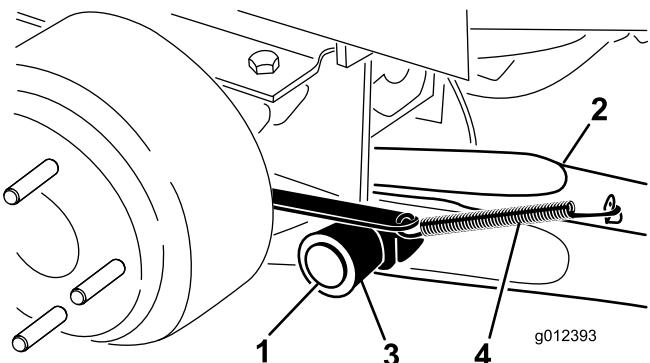

Figure 3
(Figure 3). Installez le bras de relevage avec le coude placé vers l'extérieur.
5. Accrochez le ressort de rappel de frein à la patte du bras de levage (Figure 3).